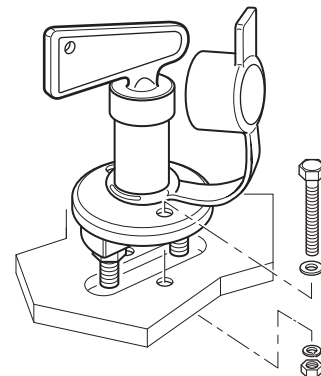

Fig. 44
- ▶ Montare lo staccabatteria in un punto idoneo all'interno del veicolo e fissarlo con le viti fornite in dotazione (Fig. 44).